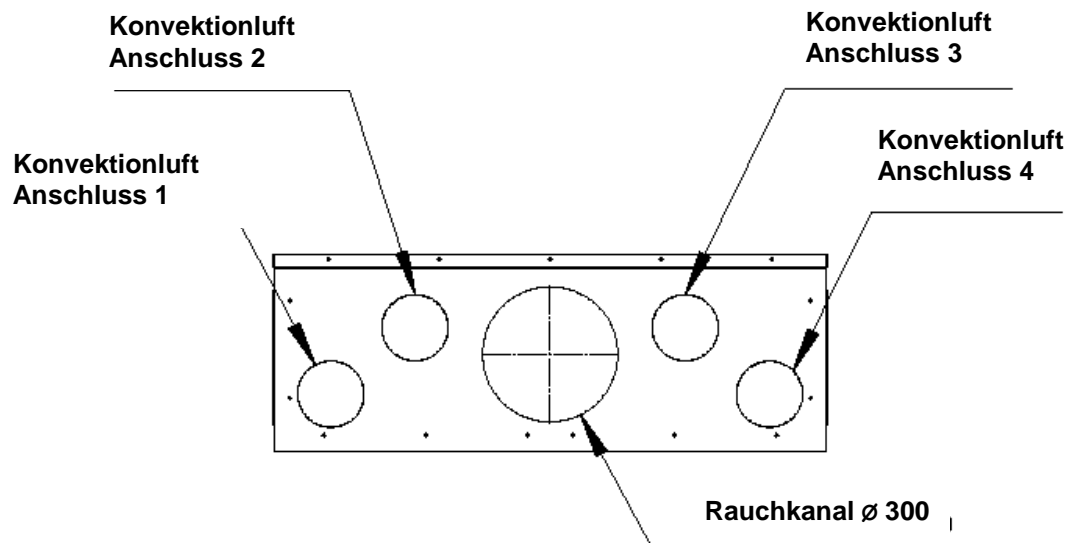

Abbildung 8: Anschlussmündungen
- Jedes Gerät verfügt über 2 Anschlussmündungen für Raumluf, und zwar unten links und rechts vom Gerät (Siehe Abbildung 8.) (Foto 11)